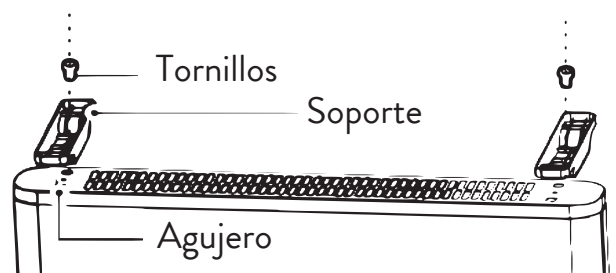

Figura 2
2. Según la figura 2, ubique los soportes haciendo coincidir sus orificios con los de los tornillos.